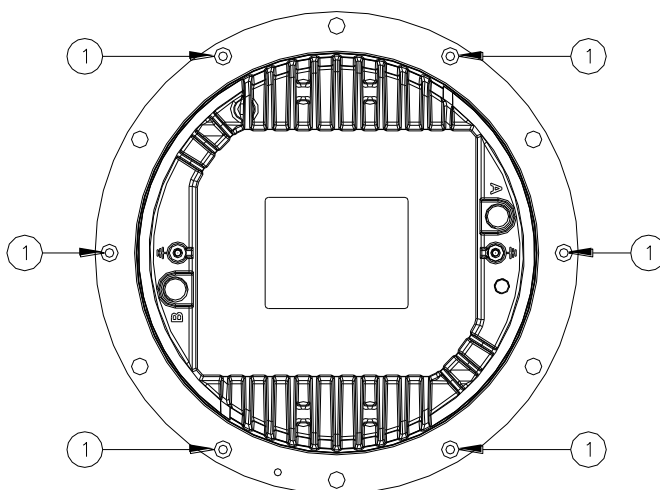

Figura 16 - Tornillos de Fijación de la Cubierta Inferior
- Abra el aparato destornillando los seis tornillos de bloqueo HSFH M5x10 (Figura 16 - n°1).
- seis tornillos de bloqueo HSFH M5x10 (Figura 16 - n°1);
- juntas tóricas entre la tapa y la cubierta inferior (Figura 16– n°2 y 3);
Verifique la posición correcta de la junta tórica entre la tapa y la cubierta inferior (Fi – n°2 and 3); monte la cubierta inferior de la tapa y fíjelo con los seis tornillos HSFH M5x10 (Figura 16 - n°1). Una gota de adhesivo anaeróbico tipo inferior (por ejemplo LOXEAL 24-18) se debería aplicar a los tornillos antes de la instalación; el par de torsión es de 2,5 Nm.